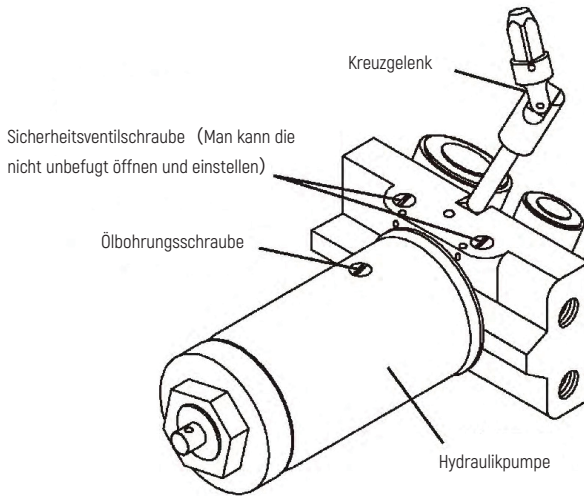

Abbildung 2
- 1) Lösen Sie die Ölbohrungsschraube, entfernen Sie jedoch nicht die Schraube (siehe Abbildung 2) .
- 5) Ziehen Sie die Ölbohrungsschraube an (siehe Abbildung 2) .
- 1) Entfernen Sie die Ölbohrungsschraube (siehe Abbildung 2) .
- 2) Richten Sie die Ölbohrung aus und füllen Sie das qualifizierte Hydrauliköl langsam ein (siehe Abbildung 2) , bis es 0,6 cm von der Ölbohrung entfernt ist (Hinweis: Drücken Sie bei der Ölfüllung nicht auf den Griff) .